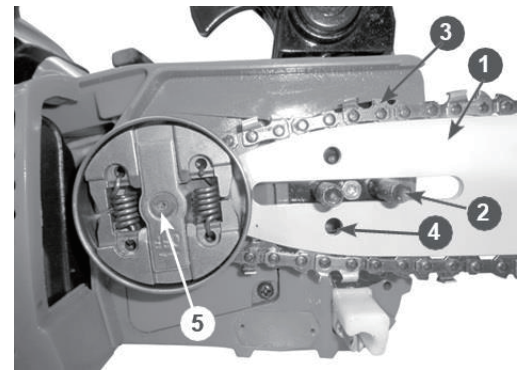

Рис.3
4. Встановити шину (1) Рис.3 без ланцюга на шпильки(2) Рис.3 та посунути її назад до упору в сторону муфти зчеплення (5) Рис.3.
5. Ланцюг (3) Рис.3 надіти спочатку на ланцюгове колесо (на зірочку), потім звести у верхній
7.Встановити кришку ланцюгового колеса. При установці кришки слідить за тим, щоб палець натягу ланцюга збігся з отвором (4) Рис. 3 . в направляючої шині.